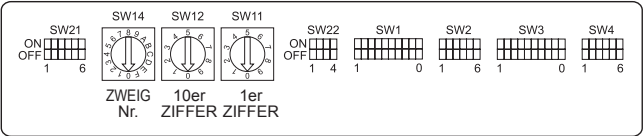

Fig. 4-9
4.5. Adressen einstellen (Fig. 4-9)
- ① Einstellen von Adressen
- ② Einstellen von Zweignummern SW14 (nur R2-Serie)